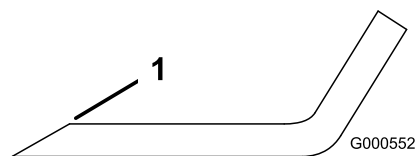
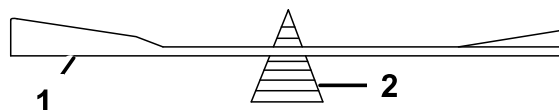

Figura 50
Figura 51
1. Affilate i taglienti da entrambe le estremità della lama con una lima (Figura 50). Rispettate l'angolazione originale. La lama conserva il proprio equilibrio soltanto se viene rimossa una quantità uguale di materiale da entrambi i taglienti.
2. Controllate l'equilibrio della lama posizionandola su un bilanciatore (Figura 51). Se la lama rimane in posizione orizzontale, è bilanciata e può essere utilizzata. Se la lama non è bilanciata, limate del metallo soltanto dalla costa (Figura 50). Ripetete la procedura finché la lama non è perfettamente bilanciata.